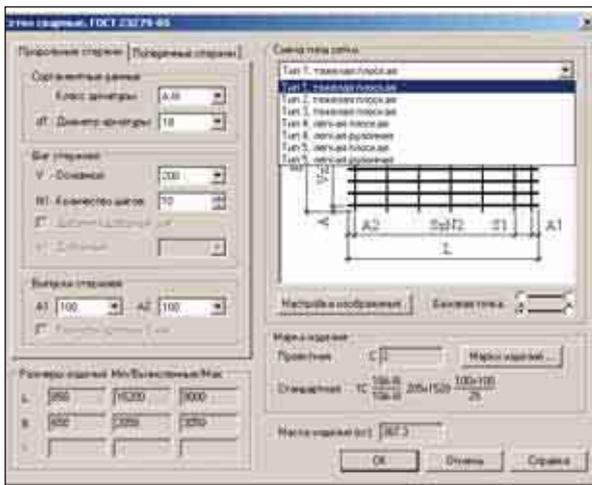

Рис. 21
- *Сетки сварные по ГОСТ 23279-85* – формирование и отрисовка на чертеже сварных сеток с присвоением им конкретных марок для последующего использования в конструкциях и специфицирования (рис. 21);